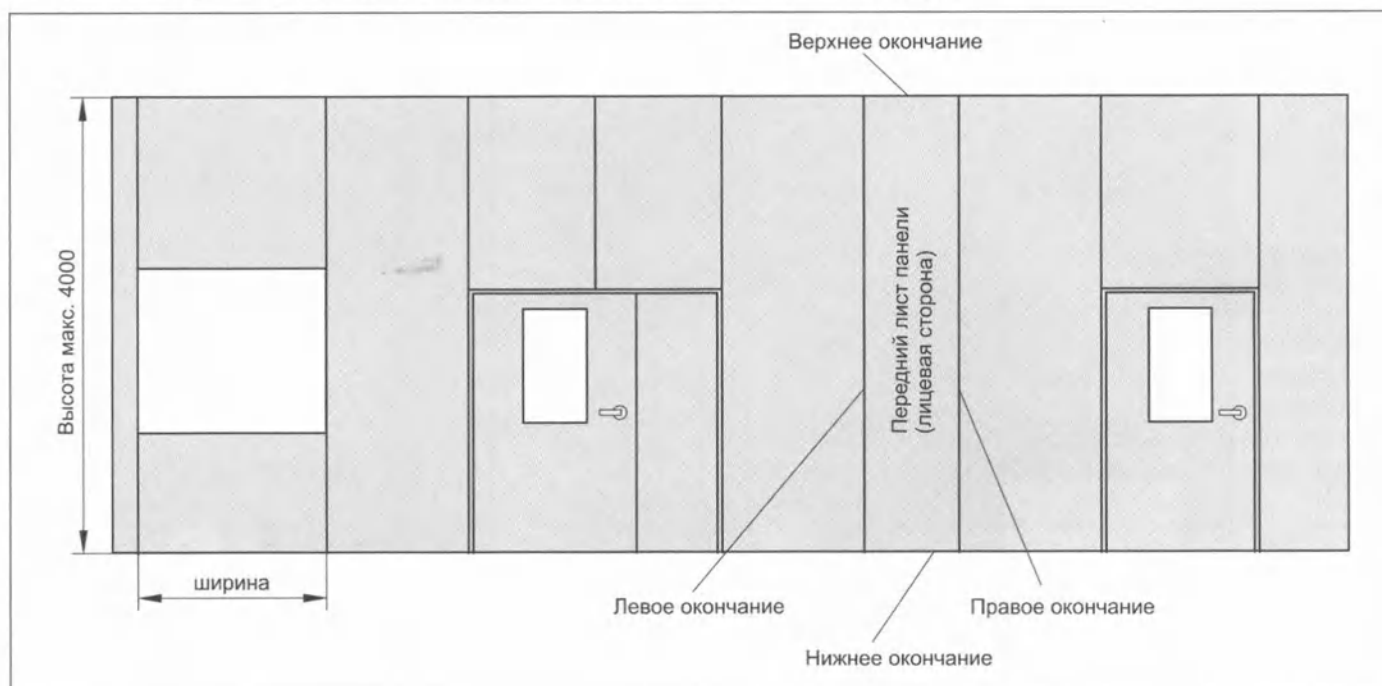

Рис.5 Система монтажа и описание сторон панелей
3.2.1. Система монтажа (рис.5)